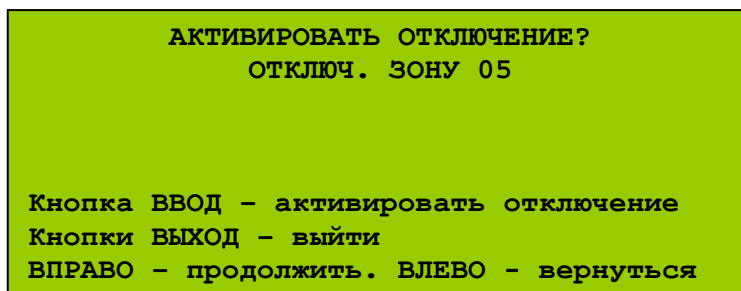

Рис. 77 (Меню выбора зоны)
- 2) В меню УД2 выбрать опцию «Отключения» \ «Отключить зоны» и выбрать зону для отключения. Откроется меню отключения выбранной зоны (Рис. 77).